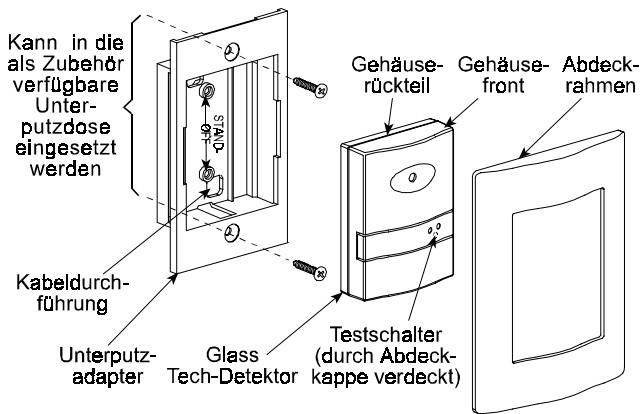

Abbildung 3: GlassTech-F & GlassTech-AM/F Installation mit GTFK
Ein Unterputzadapter, ein Abdeckrahmen sowie 4 Schrauben, sind Bestandteil des GTFK UP Montagekits. Mit dessen Hilfe läßt sich der **GlassTech** in einer speziellen Unterputzdose installieren (siehe Abbildung 3).
- A.** Befestigen Sie das Gehäuserückteil im Unterputzadapter mit den kurzen Senkkopfschrauben (nicht dargestellt in Abbildung 3).